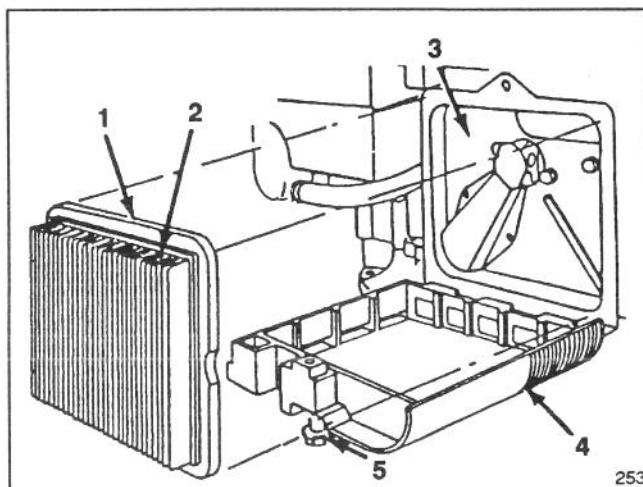

Figure 16
3. Retirer le filtre en papier (Fig. 16) et le jeter.
4. Insérer une nouvelle cartouche filtre en papier de manière à ce que ses rebords viennent toucher le flasque arrière comme illustré à la figure 16.